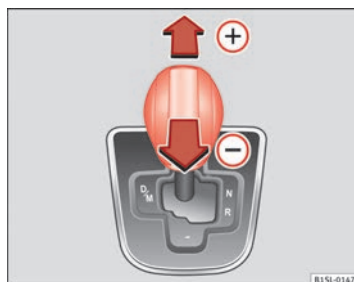

Fig. 89 Palanca en la posición Tiptronic.
- Pulse la palanca hacia adelante o hacia atrás para aumentar o reducir la marcha ⇒ fig. 89.